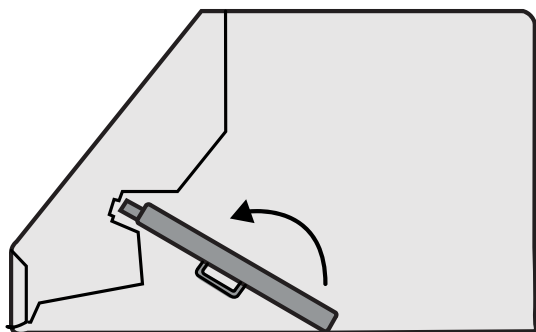

Figure 9
- Soulever l'autre extrémité vers l'intérieur de la hotte, la tourner et l'insérer dans l'extrémité inférieure de l'ouverture (figures 9 et 10).